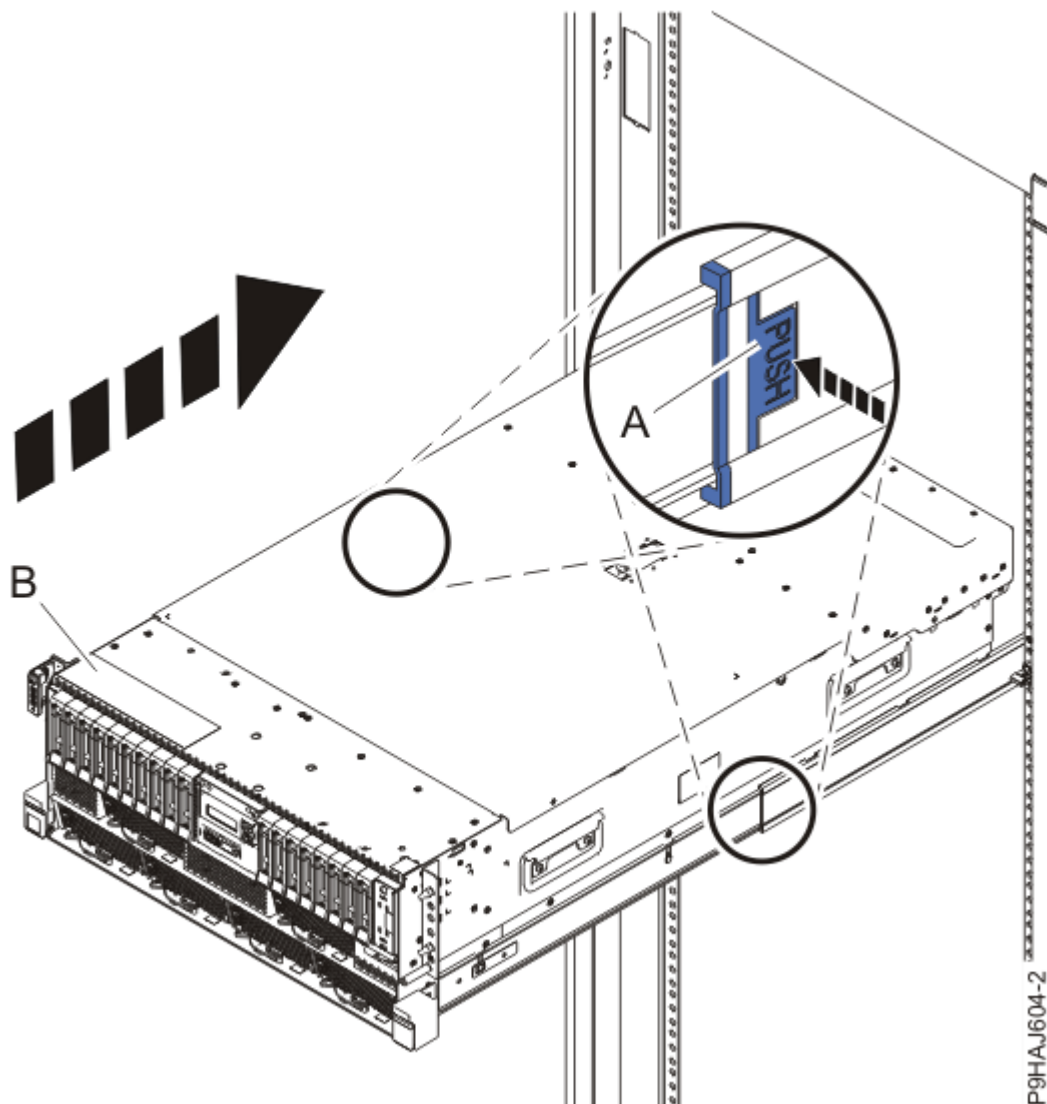

Figure 13. Mise en position de fonctionnement du système
3. Pour un système monté en armoire, déverrouillez les loquets de sécurité bleus (**A**) en les poussant vers l'intérieur, comme illustré dans la Figure 13, à la page 16.